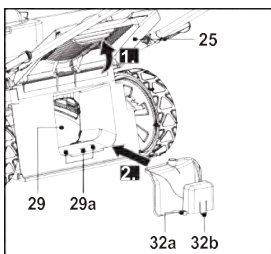

Fig. 16
1. Deschideți protecția deflectorului spate (25), țineți-o în poziție și introduceți inserția pentru mulcire (32) în canalul de evacuare spate (29) (Fig. 16). Asigurați-vă că cele două pini (32a) și încuietura de blocare (32b) se fixează în sloturile canalului de evacuare spate (29a) cu un clic sonor.